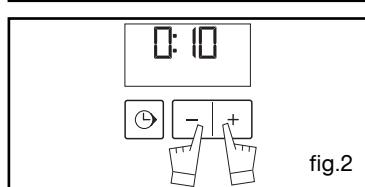

fig.2
- Druk gelijktijdig op de toetsen + en - gedurende een tiental seconden tot “CO” weergegeven wordt, om in te stellen (fig.2).